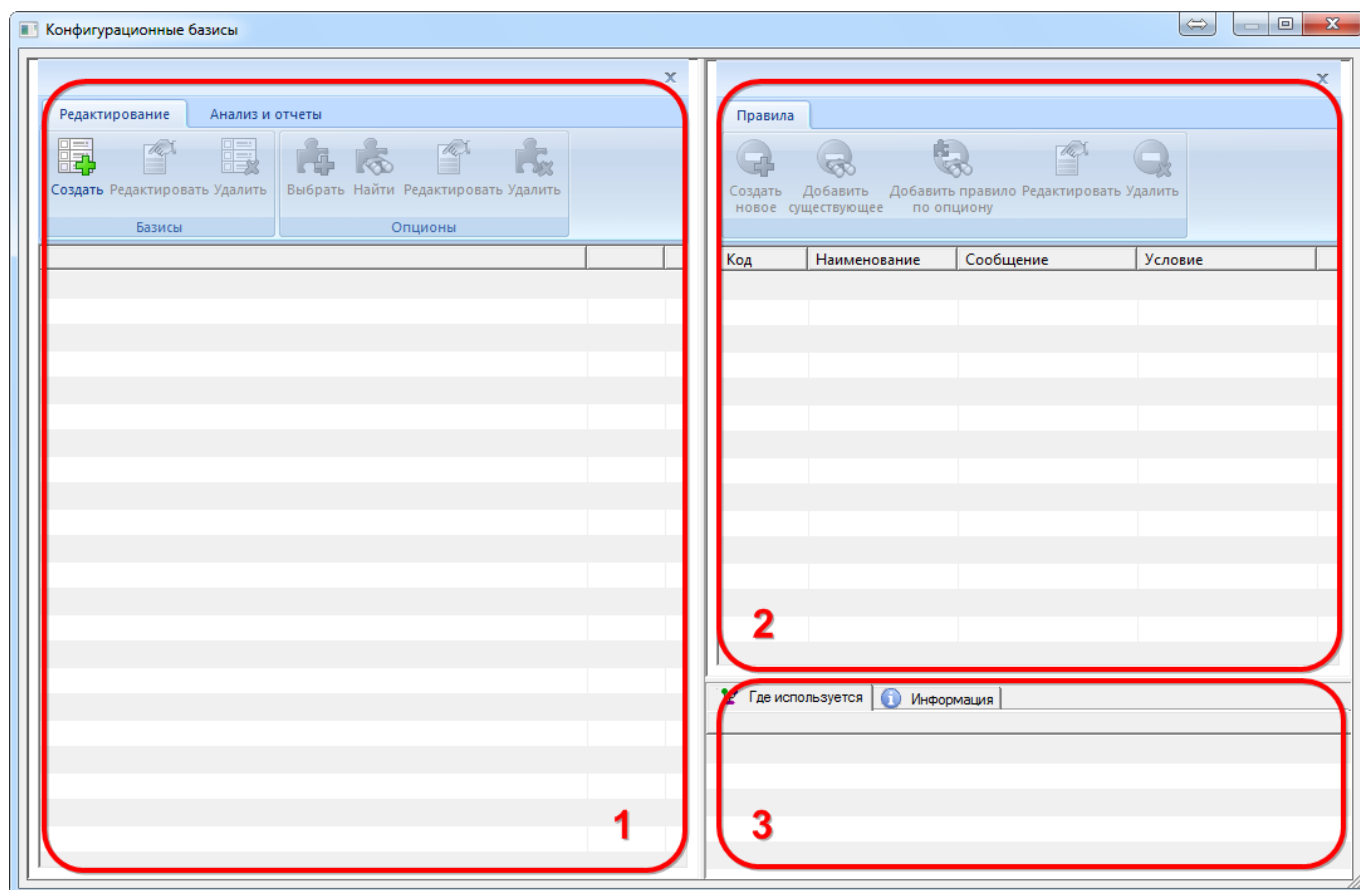
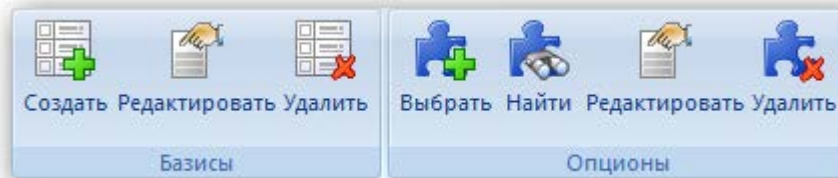

Рис. 13-35 – Окно редактора конфигурационных базисов
Рис. 13-36 – Вкладка «Редактирование»
2) В результате откроется окно «Конфигурационные базисы» (рис. 13-35).
- Левое окно предназначено для создания и редактирования конфигурационных базисов изделия (1 на рис. 13-35).
- Правое верхнее окно предназначено для создания и редактирования правил совместимости для текущего базиса (2 на рис. 13-35).
- Правое нижнее окно предназначено для вывода информации о выбранном правиле совместимости (3 на рис. 13-35).
Панель инструментов левого окна редактора (1 на рис. 13-35) предназначена для работы с конфигурационными базисами. Панель инструментов состоит из двух вкладок, которые показаны на рис. 13-36 и рис. 13-37.
Панель инструментов правого окна редактора (2 на рис. 13-35) предназначена для работы с правилами совместимости. Панель инструментов показана на рис. 13-39. Краткое описание инструментов приведено в таблице 13-4.